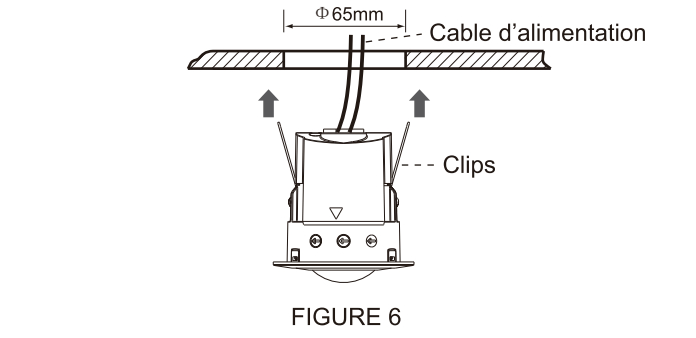

FIGURE 6
3.4.1.5 Fermez les deux clips à ressort du détecteur et insérez le détecteur dans le trou percé au plafond (voir FIGURE 6).